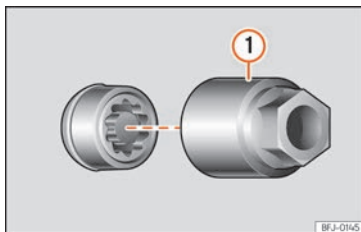

Abb. 37 Diebstahlhemmende Radschraube mit Abdeckkappe und Adapter
- Schieben Sie den Spezialadapter » Abb. 37 ① [Bordwerkzeug » Seite 43] bis zum Anschlag in die diebstahlhemmende Radschraube.